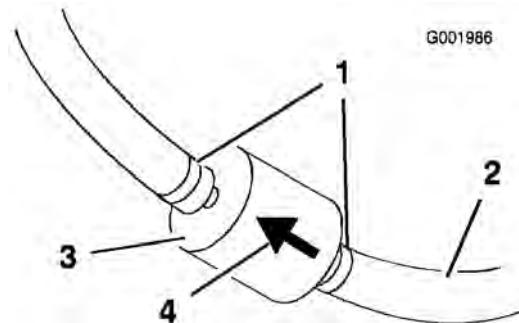

Figura 51
5. Premete le estremità delle fascette stringitubo ed allontanatele dal filtro (Figura 51).